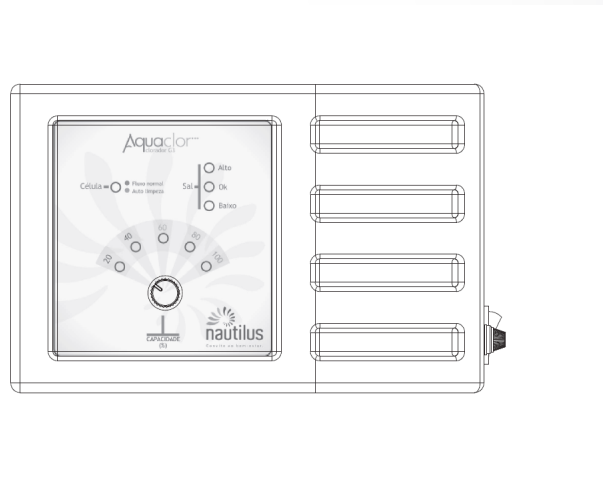

Figura 2
1. Caixa de comando: constituído de um gabinete em termoplástico altamente resistente à corrosão (**figura 2**), montada sobre um chassi de alumínio que, além de servir de suporte da placa eletrônica de potência, também funciona como dissipador do calor gerado pelo equipamento, função essa que é executada paralelamente por um microventilador, que auxilia na refrigeração dos principais componentes emissores de calor, tais como transformadores e diodos. Seu painel de comando frontal é constituído por leds que indicam o nível de sal da piscina, fluxo, auto-limpeza da célula e capacidade de